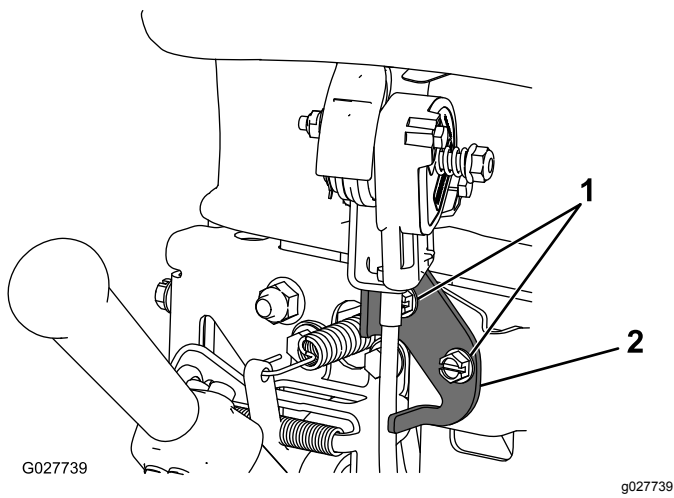

Figura 31
2. Afloje las 2 fijaciones que sujetan el control del acelerador (Figura 31).